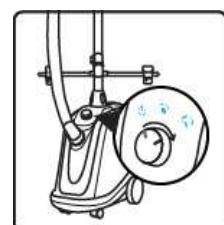

fig.17
- Enchufe el aparato en una toma de corriente y enciéndalo torneando el botón. El botón detrás se iluminará y el centro de planchado se pondrá en marcha. (fig.17)